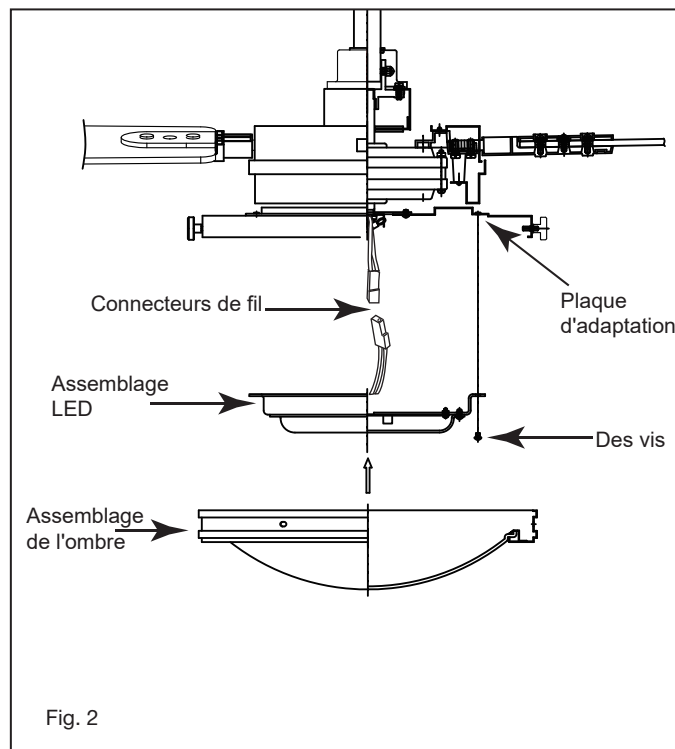

Fig. 2
- 1 Retirez l'une des trois vis du moyeu de montage situé sur le moteur du ventilateur. Desserrez les 2 autres vis. (Ne pas retirer) (Fig. 2)
- 1 Retirez l'une des trois vis de la plaque d'adaptation située sur le moteur du ventilateur. Desserrez les 2 autres vis. (Ne pas retirer) (Fig.2)
- 2 Tout en maintenant l'assemblage LED sous votre ventilateur, effectuez les connexions de la fiche polarisée: (Fig.2)